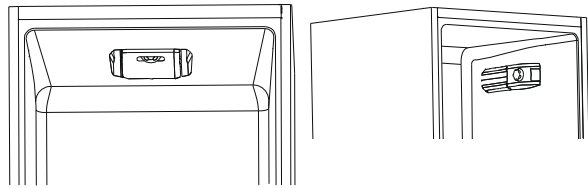

Fig.4
•Il gruppo termostato per il controllo dell'apparecchio, è collocato all'interno della cella frigo (fig.4). Ruotare la manopola del termostato oltre la posizione "0". La luce è accesa quando la porta del frigorifero è aperta. Posizionando la manopola su "0" si spegne completamente il prodotto.